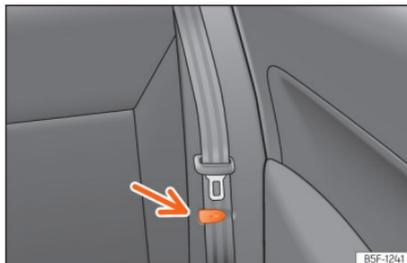

Abb. 118 Rücksitz: Biegel zum Halten des Sicherheitsgurtes.
- Befestigen Sie die seitlichen Sicherheitsgurte am Halter der Verkleidung »» **Abb. 118**.